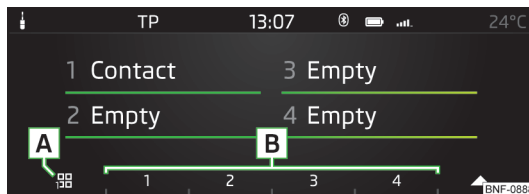

Fig. 112
- Apăsați de mai multe ori succesiv tasta funcțională [A] » fig. 112, pentru a selecta grupul dorit.
- Pentru inițierea **realizării conexiunii**, apăsați tasta funcțională a contactului dorit [B] » fig. 112.